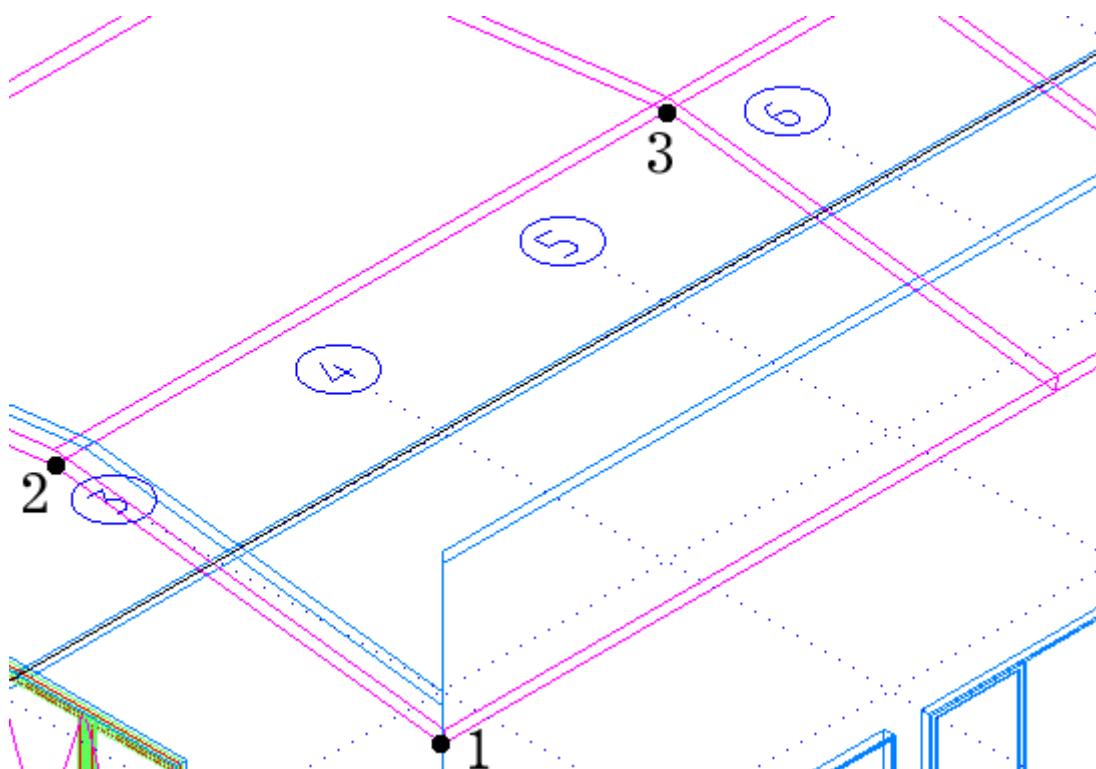

Рисунок 97
- Определить обрезающую плоскость по трем точкам, определяемым по низу одного из участков крыши (Рисунок 97):